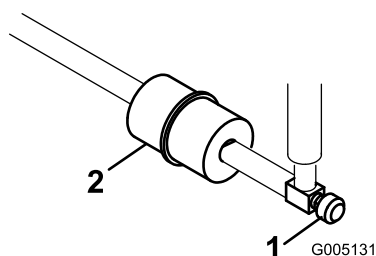

Figure 51
Le filtre à carburant est incorporé dans la conduite d'alimentation, entre le réservoir de carburant et le carburateur (Figure 51). Remplacez le filtre toutes les 800 heures de fonctionnement, ou plus tôt si le débit de carburant limité. Vérifiez que la flèche qui se trouve sur le filtre pointe bien dans la direction opposée au réservoir de carburant.
1. Fermez le robinet de carburant, desserrez le collier de flexible côté carburateur et débranchez la conduite d'alimentation du filtre (Figure 51).
2. Placez un bac de vidange sous le filtre, desserrez l'autre collier de flexible et déposez le filtre (Figure 51).